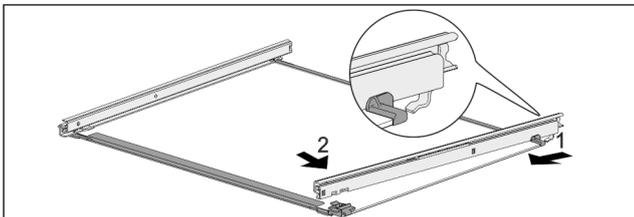

Fig. 123 Стъклена плоча с релси
- ▶ Закачете релсата отзад. Fig. 123 (1)
- ▶ Фиксирайте релсата отпред. Fig. 123 (2)